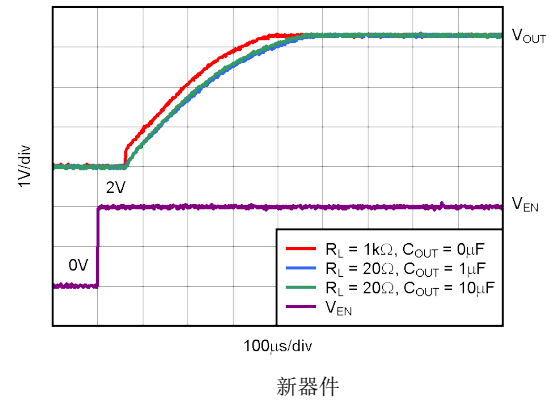

图 5-40. TPS73633 导通响应
使能引脚 (EN) 高电平有效并且与标准 TTL-CMOS 电平兼容。 $V_{EN}$  低于 0.5V (最大值) 会关闭稳压器并将 GND 引脚的电流降至大约 10nA。当 EN 用来关闭稳压器时，导通晶体管的栅极电荷会被完全清除。 $V_{EN}$  高于 1.7V (最小值) 会打开稳压器，并且输出会斜升至稳定的  $V_{OUT}$  (请参阅 图 5-40)。